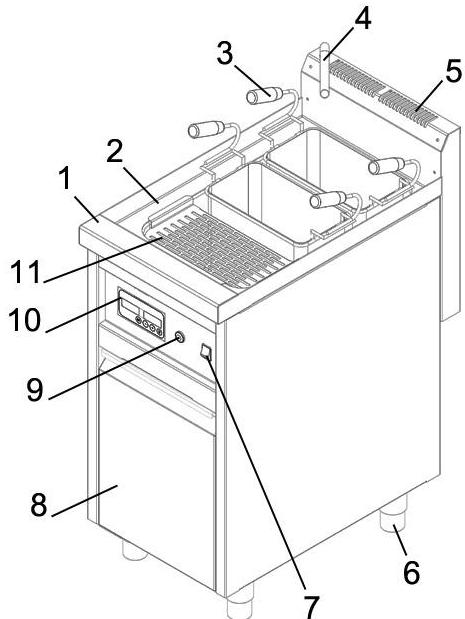
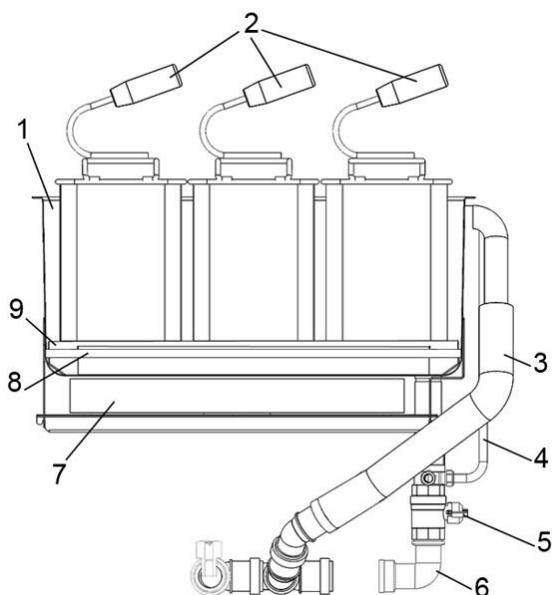

Рис.1. Общее устройство аппарата
Рис.2. Общее устройство аппарата
На рис.1 приведено общее устройство электрической макароноварки.
Макароноварка имеет варочную ванну 2 (рис.1) в которой размещаются три или шесть корзин 3 (рис.1) из нержавеющей стали (не идут в комплекте поставки), съемная решетка для фиксации корзин 9 (рис.2) и термостат 8 (рис.2). Также на задней стенке ванны располагается перелив 3 (рис.2) в который поступает лишняя вода, при превышении максимального уровня. Вода из перелива поступает в канализацию. На ванне располагается съемная решетка 11 (рис.1) для слива лишней жидкости из корзин с продуктом.
Вода в ванну поступает из излива 4 (рис.1) с помощью кнопки подачи воды 9 (рис.1). В некоторых моделях излив представлен форсункой, расположенной на задней стенке ванны.
Коллектор 5 (рис.1) имеет вентиляционные отверстия, через которые удаляется теплый воздух из внутреннего пространства устройства.
- Нагревательный элемент (ТЭН) 7 (рис.2).
- Слив 6 (рис.2) с вентилем 5 (рис.2), предназначенный для слива жидкости из ванны. При открытом вентиле вода сливается в канализацию. Открывание вентиля – против часовой стрелки, закрывание – по часовой стрелке.
- Сливная труба перелива 3 (рис.2), предназначенная для слива лишней жидкости из ванны в процессе варки.
Все коммуникации размещаются в закрытом кабинете с распашной дверью 8 (рис.1). Высота устройства регулируется ножками 6 (рис.1).
- Кнопка включения/выключения устройства 7 (рис.1) с положениями ВКЛ. – «I» и ВЫКЛ. – «O».
- Электронная панель управления 10 (рис.1);
- Кнопка подачи воды 9 (рис.1).
Все водные коммуникации расположены в кабинете устройства 8 (рис.1).
- Убедитесь, что сливной вентиль 5 (рис.2) закрыт. В закрытом состоянии ручка вентиля находится в горизонтальном положении.